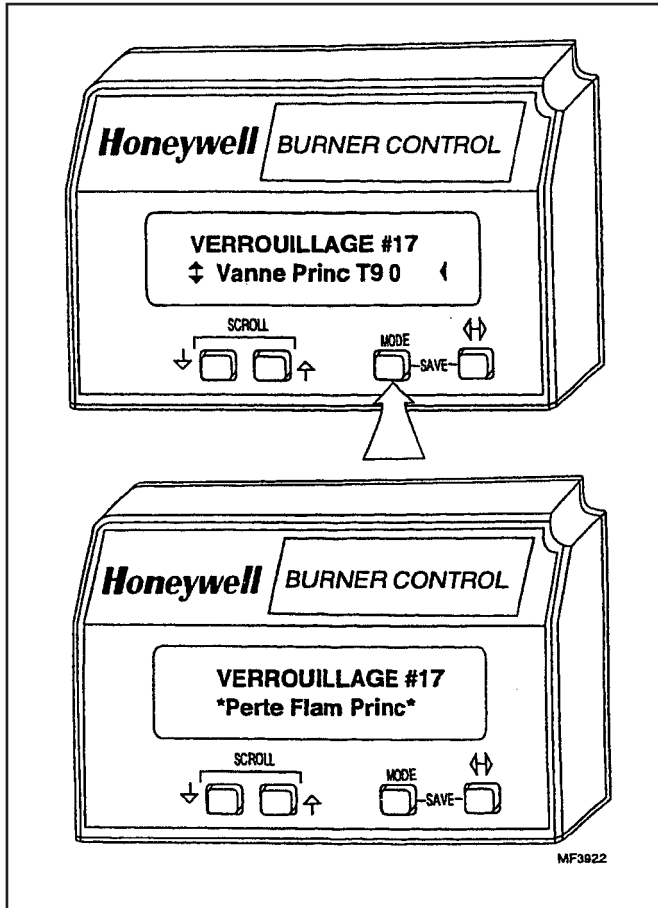

Fig. 19 Touche MODE
3. Touche "MODE" (voir fig. 19).